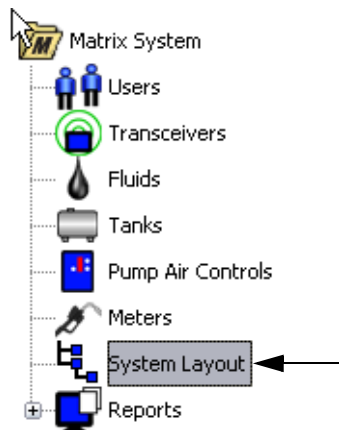

FIG. 90
1. Para mostrar la pantalla principal de configuración de diseño del sistema, seleccione **Diseño del sistema** de la lista del Panel del sistema Matrix (Fig. 90). Antes de que configure el Diseño del sistema, tiene que agregar los tanques (página 61) y los medidores (página 70).